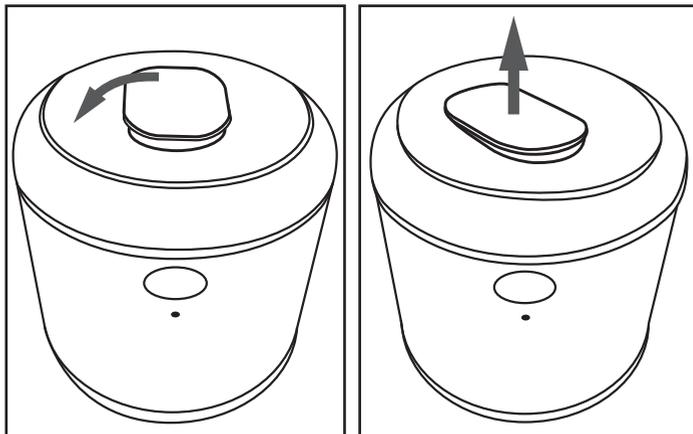

Fig. 2
- 4) Ouvrez l'obturateur de l'orifice de remplissage 10, en le tournant légèrement dans le sens antihoraire et retirez-le (fig.2) :